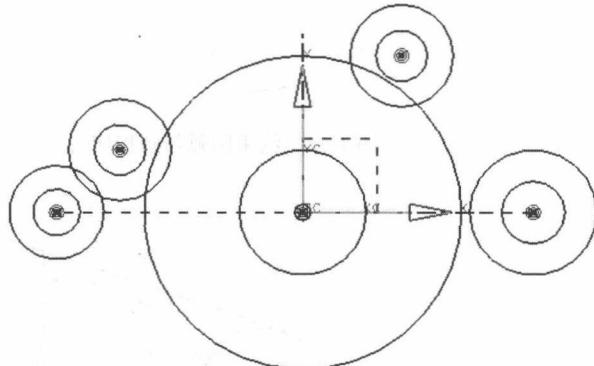

图 1-34 隐藏尺寸约束后效果
(9) 隐藏尺寸约束。用光标依次选择所有尺寸约束，再选择菜单中的【编辑】(Edit) | 【显示和隐藏】(Show and Hide) | 【隐藏】(Hide) 命令，或单击【实用工具】工具条中的 ? (隐藏) 按钮，将尺寸约束隐藏起来，如图 1-34 所示。